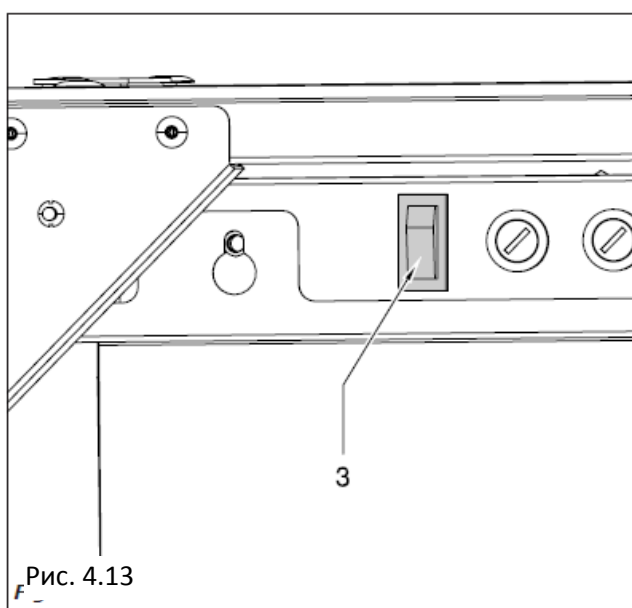

Рис. 4.13
Инженер может работать таким образом, вставив специальный пластиковый ключ, поставляемый с автоматом, в дверной выключатель и повернув его на 90° (Рис.4.13-пункт 3).
- Вставьте ключ в дверной выключатель (Рис.4.13)
- Выньте ключ и закройте кран (Рис.4.13).